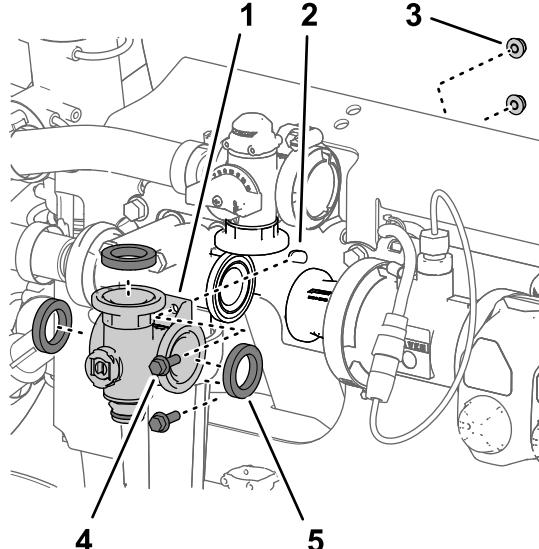

Figure 124
3. Retirez les 2 boulons à embase ($\frac{1}{4} \times \frac{3}{4}$ po) et les 2 contre-écrous à embase ($\frac{1}{4}$ po) qui fixent le collecteur de vanne d'agitation au support de vanne (Figure 124).
4. Déposez le collecteur de vanne d'agitation et les joints de la machine (Figure 124).